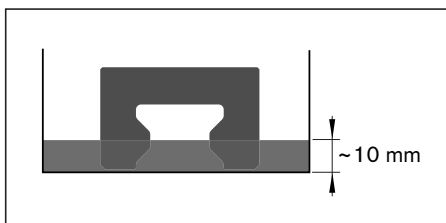

图 2
- ▶ 对于规格 20 的低型前置润滑单元: 将前置润滑单元浸入 10 mm 深的润滑油内, 并静置约 36 个小时 (参见图 2)。
- ▶ 规格 20 的低型前置润滑单元不可通过侧面的润滑口补充润滑油 (参见图 2)。